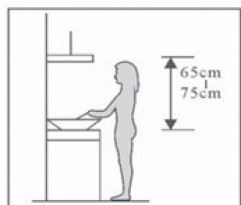

Figure 1
- La distance entre la surface de cuisson et le bord inférieur de la hotte doit être d'au moins 65 cm (voir Figure 1).